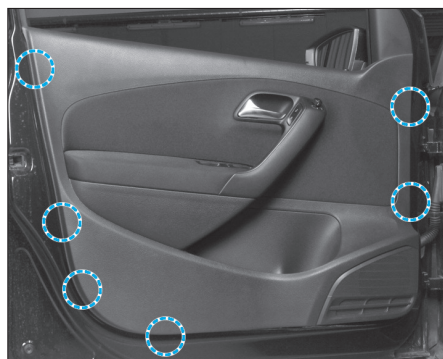

FIG. 58
- Débrancher le connecteur (5).
- Dégrafer la garniture de porte aux endroits indiqués (Fig.58).